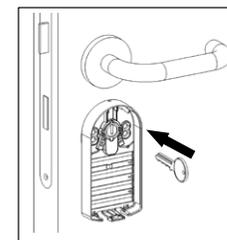

Fig. 1
7. Deslize a sua chave através da concha traseira no cilindro de bloqueio (fig. 1).